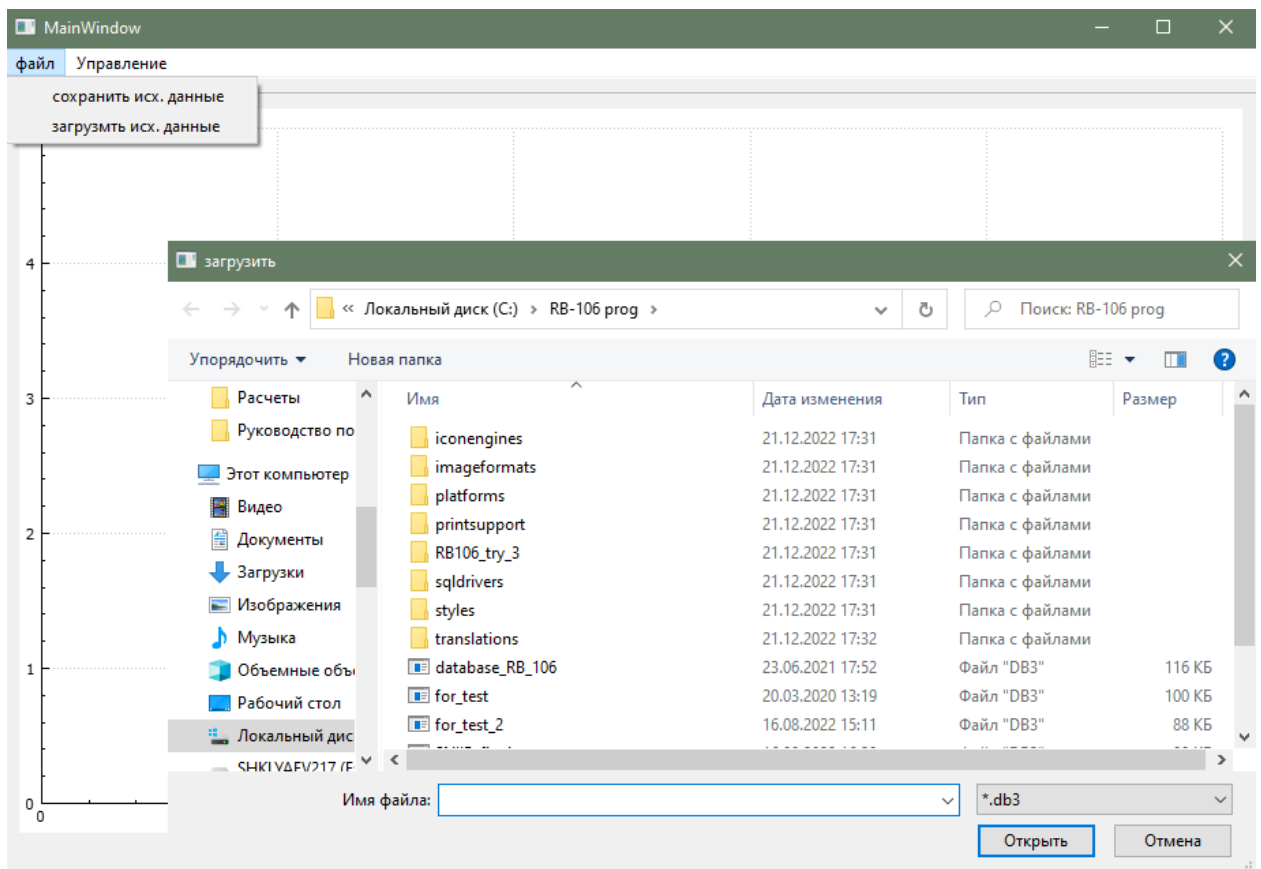

Рисунок 3 – Загрузка файла для ввода исходных данных
2) Загрузить файл исходных данных (данный пункт можно пропустить, если вводятся новые исходные данные), вызвав диалоговое окно выбора файла, нажатием кнопки «загрузить исх. данные» в пункте меню «файл» (см. рисунок 3). После задания файла необходимо нажать кнопку «Сохранить».